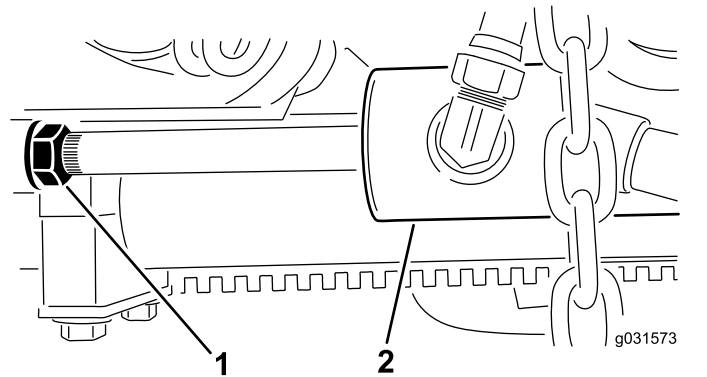

Figure 8
B. Desserrez l'écrou de blocage sur le vérin (Figure 8).